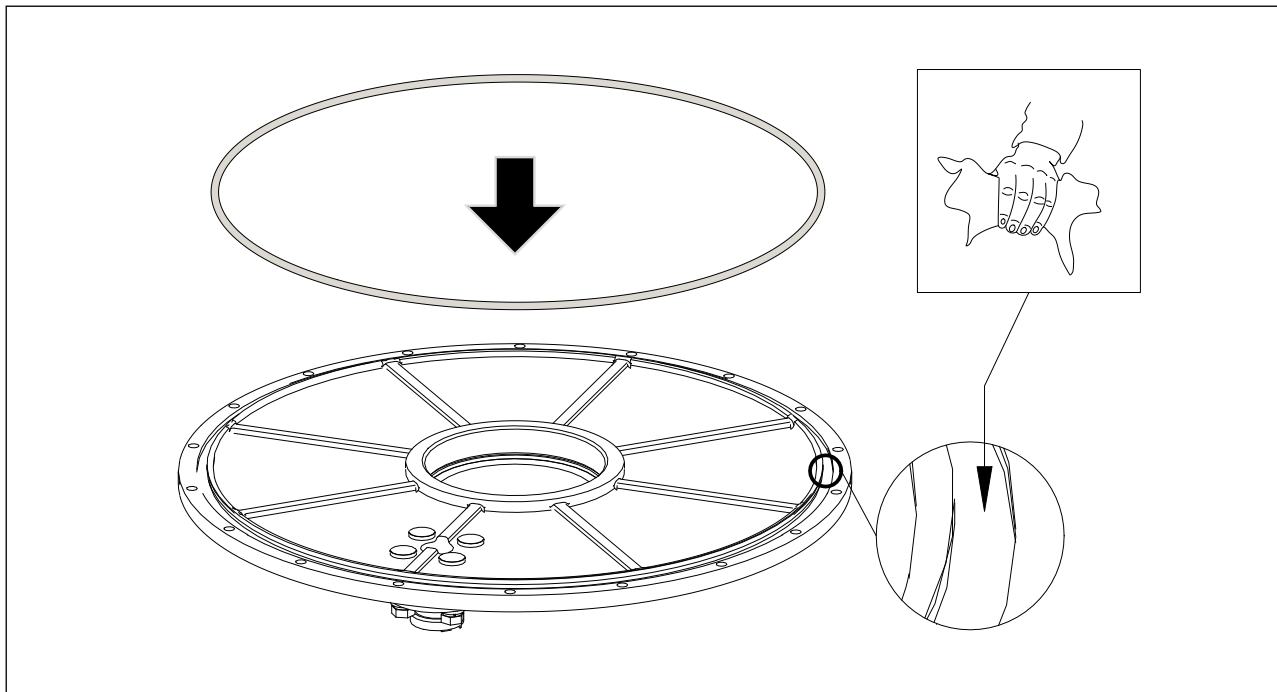

图 5-27 在顶盖上安装密封圈
1. 安装顶盖前，清洁密封面。在顶盖上安装密封圈，确保密封圈完好无损且安装位置正确。（见图 5-27）。